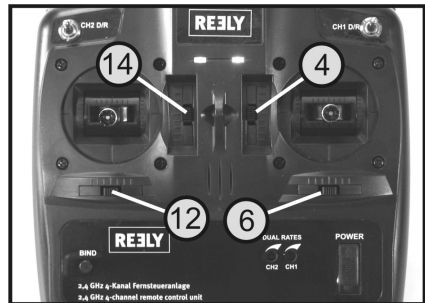

Bild 10
Falls die Ruderbewegungen nicht entsprechend Abbildung 10 bis 14 ausfallen, haben Sie die Möglichkeit mit Hilfe der Reverse-Funktion die Laufrichtung jedes einzelnen Servos umzuschalten. Die Umschaltung ist auch bei Fahrt- oder Flugreglern möglich, wenn der Motor entgegen der zuvor beschriebenen Funktion auf voller Leistung läuft, wenn der Steuerknüppel für die Motorfunktion ganz zum Körper gezogen wurde.
Die Trimm-taster für die Querruder- und Seitenruder-Funktion (siehe Bild 10, Pos. 6 und 12) müssen jeweils nach rechts betätigt werden.
Die Trimm-taster für die Höhenruder- und Motor-Funktion (siehe Bild 10, Pos. 4 und 14) müssen jeweils nach oben betätigt werden.
- Bewegen Sie den Trimmaster für die Querruder-Funktion (siehe Bild 10, Pos. 6) nach links sowie den Trimmaster für die Seitenruder-Funktion (siehe Bild 10, Pos. 12) nach rechts und halten beide Trimm-Taster in dieser Position fest. In der Praxis hat es sich bewährt, die beiden Trimm-taster mit den Daumen und den Zeigefinger einer Hand zu bedienen.